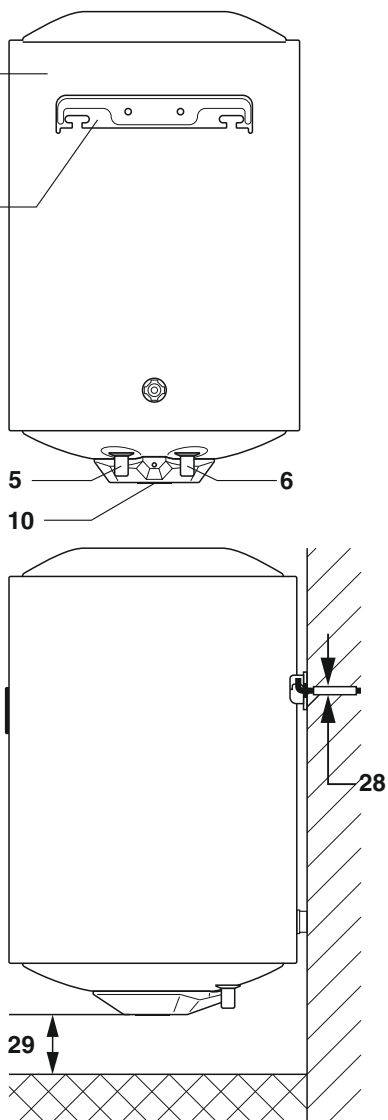

Рис. 3/ Fig. 3/ Рис. 3/ 3 сур./ Joonis 3/ Att. 3/ Pieš. 3
Регулировка осуществляется с помощью ручки терморегулятора (10), расположенной на защитной крышке водонагревателя. Термостат также содержит термовыключатель - устройство защиты ЭВН от перегрева, которое отключает ТЭН от сети при превышении температуры воды свыше +93°С (±5°С). В процессе эксплуатации корпус ЭВН может нагреваться. Срабатывание термозащиты водонагревателя не является его неисправностью. Возврат водонагревателя в рабочее состояние осуществляется нажатием на шток термовыключателя, расположенного под защитной крышкой ЭВН (Рис. 3).